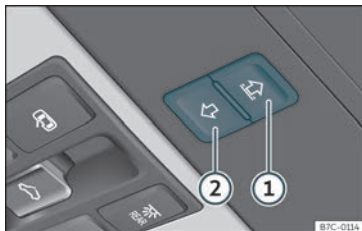

Fig. 86 En el revestiment interior del sostre:tecles de la cortineta para-sol.
Les teclcs >>> **fig. 86** **1** i **2** tenen dos nivells. En el primer nivell es pot obrir o tancar la cortineta para-sol total o parcialment.
- *Cortineta para-sol*: abans que passin 5 segons aproximadament des de l'activació de la funció antiatrapament, premeu la tecla >>> **fig. 86** **②** fins que la cortineta es tanqui completament.